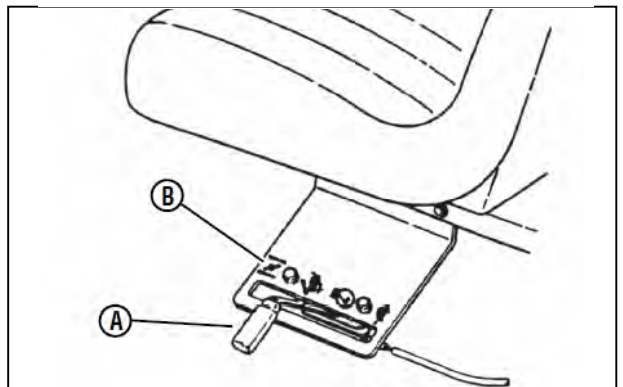

図5-6 スロットルレバー
4. 外気温が低いときは図5-6のAのスロットルレバーをチョークの位置(B)とします。
4. スロットルレバー(図5-6のA)をチョーク(B)の位置に動かします。(低温時)